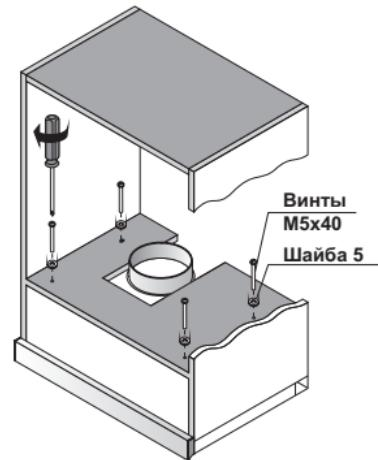

Рис. 3
3. При помощи винтов M5x40 с шайбами из монтажного комплекта и отвертки прикрепите вытяжку к шкафу. (Рис. 3)